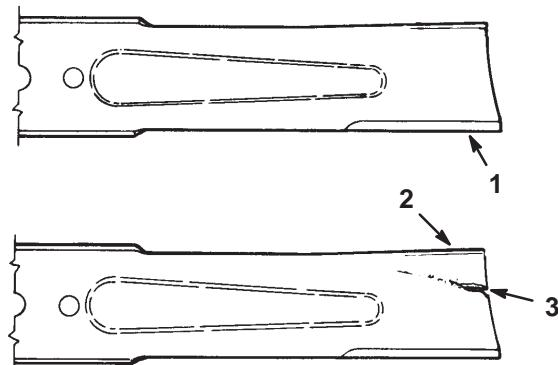

Bild 24
2. Untersuchen Sie die Schneidkanten (Bild 24). Bauen Sie, wenn die Kanten nicht scharf sind oder Kerben aufweisen, die Schnittmesser aus und schärfen sie. Siehe „Schärfen der Schnittmesser“, Seite 15.
3. Untersuchen Sie die Schnittmesser, insbesondere den gebogenen Bereich (Bild 24). Montieren Sie, wenn Sie Schäden, Verschleiß oder Rillenbildung in diesem Bereich feststellen (Bild 24), sofort ein neues Schnittmesser.